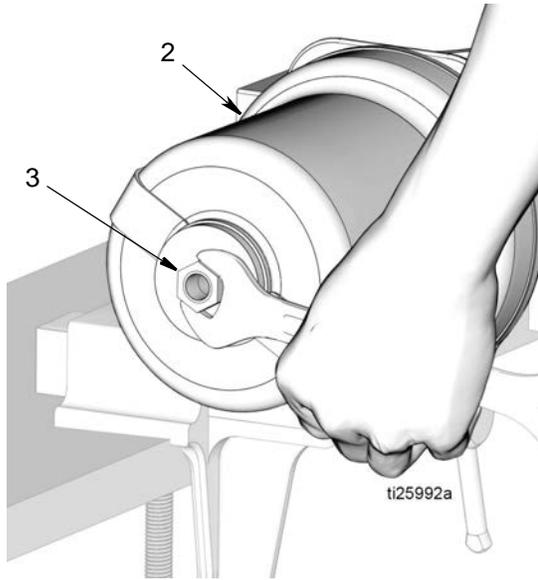

图 53
- e. 将活塞防松螺母 (3) 拧入气缸 (2) 顶部, 如图 53 所示。用扳手拧紧螺母。用 15-17 磅英尺 (20.3-23.1 N•m) 的扭力拧紧。